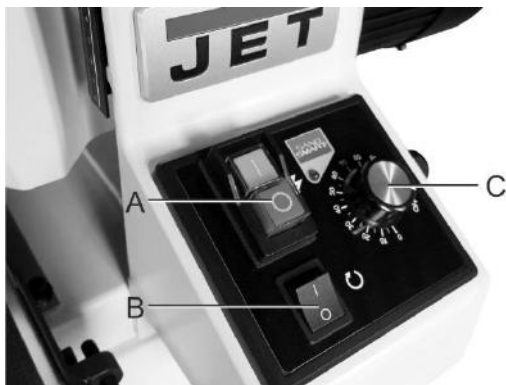

Figure 9-1: Panneau de commande
2. Activez l'interrupteur d'alimentation principal en appuyant fermement sur l'interrupteur (A, Figure 9-1)
3. Activez l'interrupteur à bascule (B, Figure 9-1) pour démarrer la rotation du cylindre.
4. Tournez en sens horaire le cadran de vitesse du convoyeur (C, Figure 9-1) pour démarrer et régler la vitesse d'avance du convoyeur.